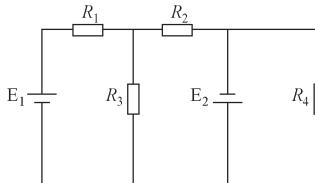

图 2-40 题 11 图
11. 如图 2-40 所示的电路中有_____节点，_____条支路，_____个回路，_____个网孔。